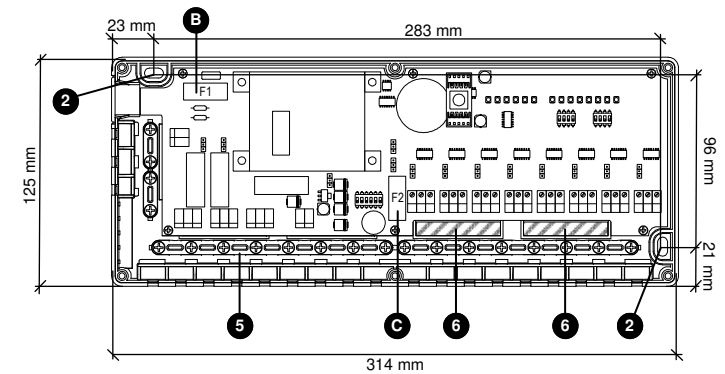

Fig. 2: Vista interna e parti meccaniche.
Il circuito elettronico è protetto da due fusibili da 1A rapido. F1 (ⓑ di Fig. 2) protegge l'alimentazione a 230V~ della centralina, mentre F2 (ⓐ di Fig. 2) protegge l'alimentazione dei soli trasmettitori.
- Fissare la base del dispositivo alla parete utilizzando i due fori per viti indicati con 2 in Fig. 2
Rimuovere, con l'aiuto di un cacciavite, i tasselli della base, indicati in 6 di Fig. 2. A questo punto si possono far passare i cavi attraverso le aperture prodotte nella base fino a raggiungere i morsetti.